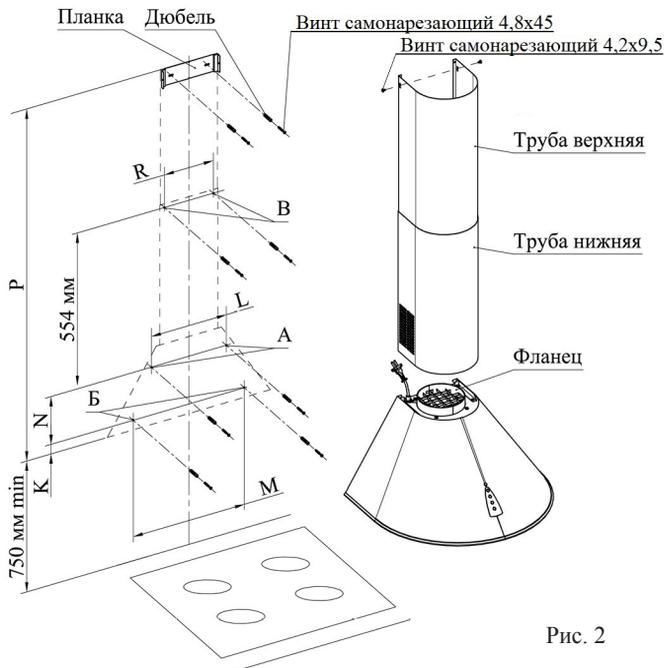

Рис. 2
- 6.3 С учетом установочной высоты и центральной линии разметьте на стене отверстия (А, Б, В) (рис. 2).
- 6.4 Просверлите отверстия (А, Б, В) диаметром 8 мм на глубину 50 мм (рис. 2).
- 6.5 В отверстия (А и Б) вставьте дюбели согласно рис. 2 и по отверстиям А заверните не до упора два винта самонарезающих 4,8x45, на которые навесьте воздухоочиститель со снятыми фильтрами.
- 6.8 Вставьте дюбели в отверстия В и заверните не до упора винты самонарезающие 4,8x45 (рис. 2). Вставьте верхнюю декоративную трубу в нижнюю и установите обе трубы в корпус воздухоочистителя, навесив нижнюю трубу на винты самонарезающие 4,8x45. Доверните винты самонарезающие 4,8x45 до упора.